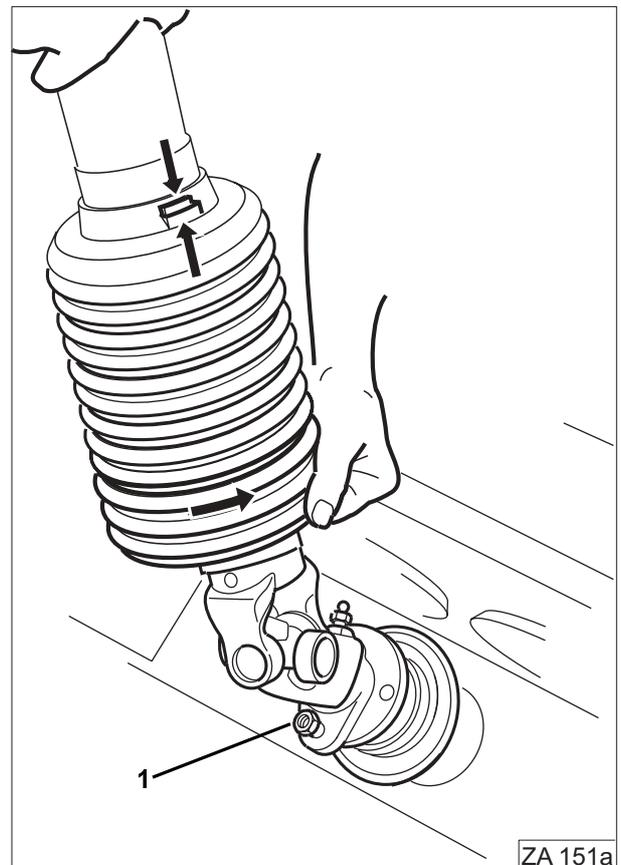

Fig. 45
- das Schauglas (Fig. 45/1) herausschrauben,
- Schauglas (Fig. 45/1) wieder einschrauben.
Die lose mitgelieferten **Schrauben 8 x 30, DIN 931, 8.8 sind Ersatzscherschrauben (Fig. 45/1) zur Befestigung der Aufsteckgabel der Gelenkwelle am Flansch der Getriebeeingangswelle.** Gelenkwelle stets mit Fett auf Getriebeeingangswelle aufstecken.